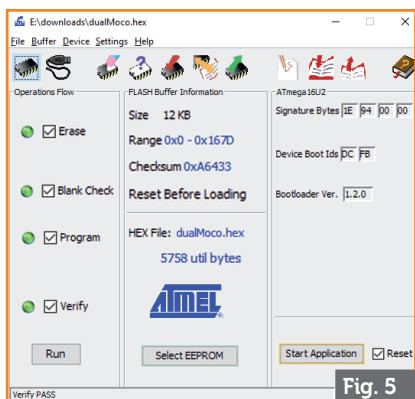

Fig. 5
- Ora potete dare run in basso a sinistra o fare una operazione per volta usando le icone cancella, programma e verifica. Il risultato in fig. 5.